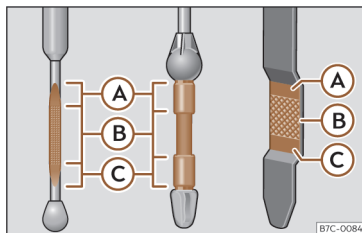

Fig. 224 Vareta de medição do nível de óleo.
- Em seguida, retire-a novamente e verifique o nível do óleo >>> Fig. 224. Caso seja necessário, reponha óleo do motor.
- Quando o nível de óleo atingir pelo menos a zona >>> **Fig. 224 B**, enrosque a tampa do bocal de enchimento com cuidado >>> **1.**